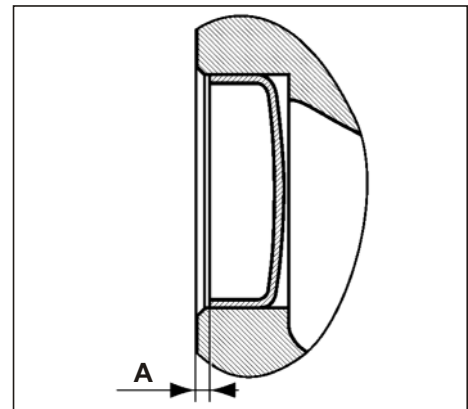

Рис. 58. Контроль и установка заглушек.
4. Проверить наличие утопания "А" = 1,5 ± 0,5 мм (см. Рис. 58).